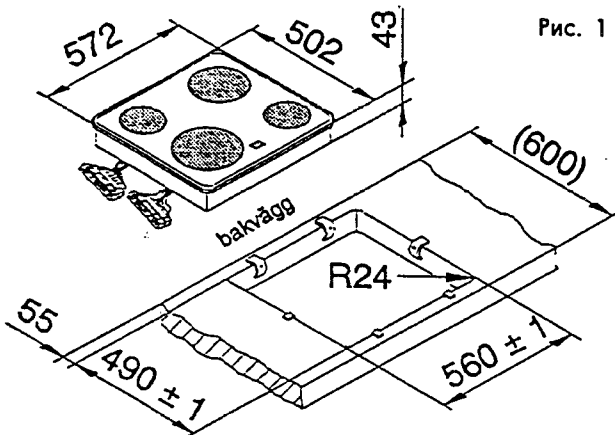

Рис. 1
1. Расположите шаблон, как показано на рис. 1. **ВНИМАНИЕ:** обозначения А на шаблоне указывают на места креплений, которые не следует отпиливать.